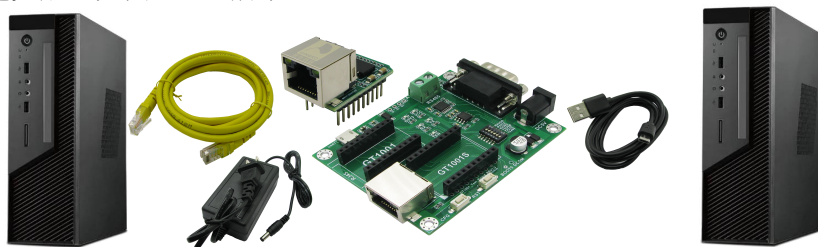

图 17-3 GT1001 硬件测试平台
- 3、 将 GT1001 底板UART 端（USB 口）通过USB 线与电脑 BB 连接；此时，GT1001/S 硬件测试平台搭建完成，如图 17-3 所示。
- 3、 将 GT1001S 底板UART 端（USB 口）通过USB 线与电脑 BB 连接；此时，GT1001S 硬件测试平台搭建完成，如图 17-3 所示。